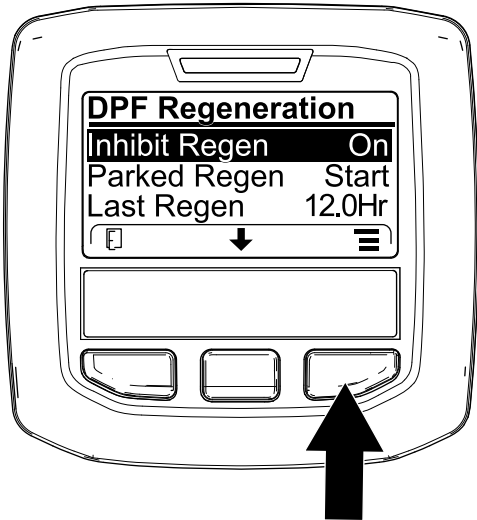
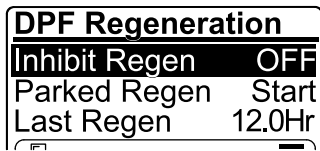

图13
图14
- 1. 访问 DPF Regeneration (DPF 再生) 菜单，按中间按钮向下滚动至 INHIBIT REGEN (禁止再生) 选项，然后按右侧按钮选择 Inhibit Regen (禁止再生) 条目 (图13)。
- 2. 按右侧按钮，将禁止再生设置从 On (打开) 更改为 Off (关闭) (图13)，或从 Off (关闭) 更改为 On (打开) (图14)。